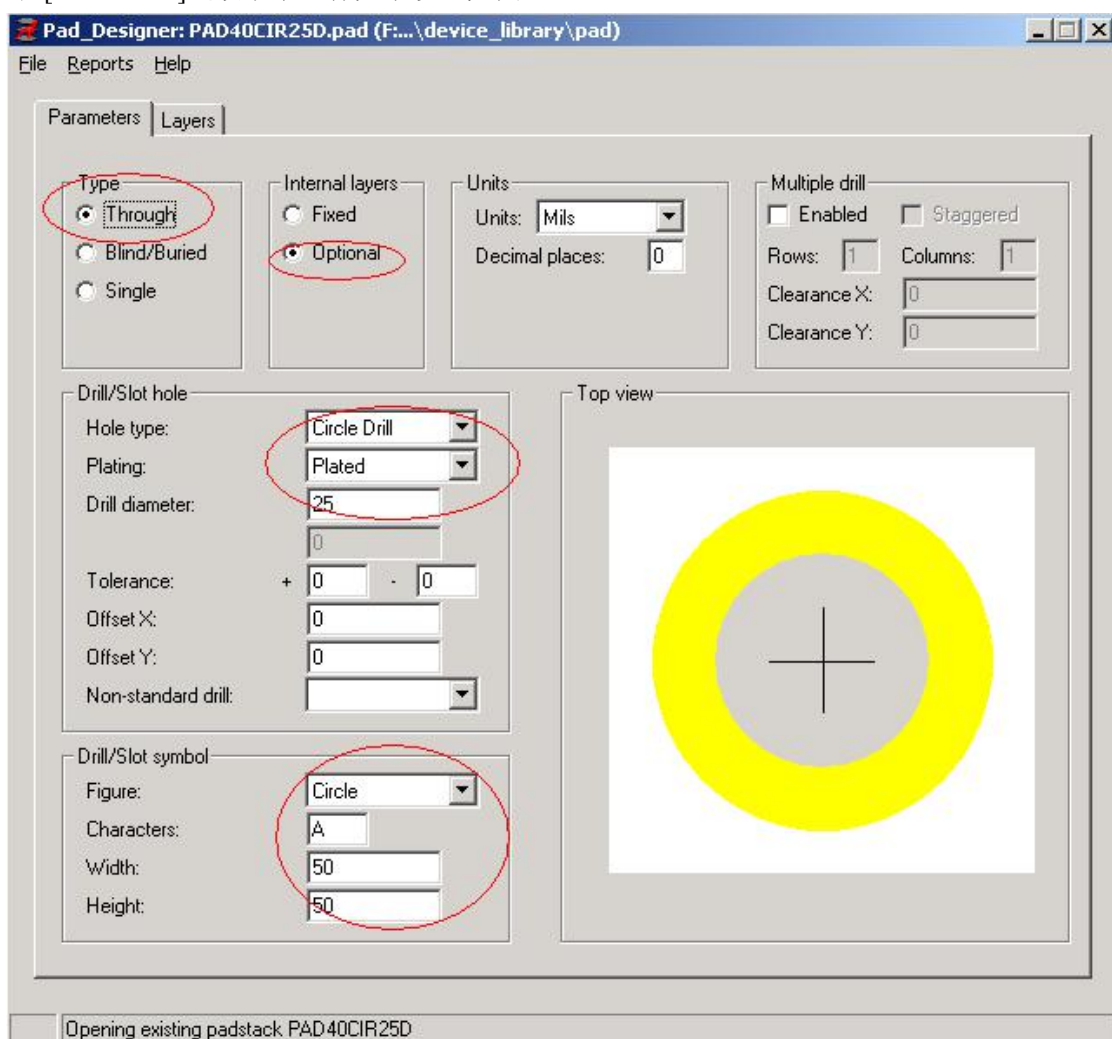

图 6-12 设置 [Parameters]选项卡
3) 在[Parameters]选项卡中进行如下设置见图 6-12